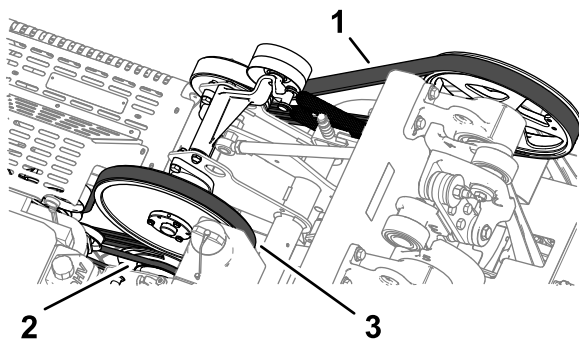

**Figura 164**
2. Esaminate la cinghia della pompa idraulica, dell'albero ausiliario e dell'albero motore (Figura 164) per individuare eventuali danni, segni di usura, eccessive fessurazioni dei cuscinetti o grossi detriti incastrati.